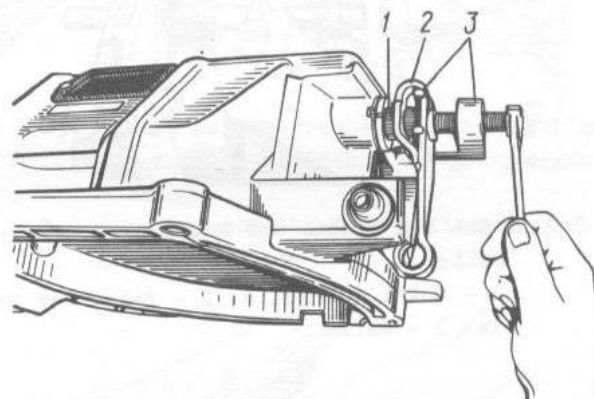

Bild 3-17. Ausbau des Außenhebels der Kupplungsausrückwelle:
- Mutter 21 (siehe Bild 3-1) losschrauben, Befestigungsschraube 18 des Außenhebels 19 der Welle 12 mit Hilfe einer in Bild 3-17 gezeigten speziellen Ausbauvorrichtung (80-1115) herausziehen und Hebel 2 von Welle 1 abnehmen;